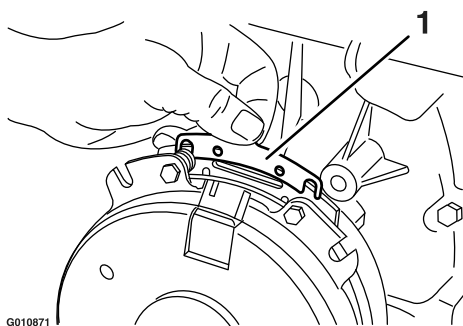

**Figura 71**
- A. Allentate entrambi i bulloni di montaggio del freno da 1/2 giro a un giro completo, come illustrato nella Figura 71.